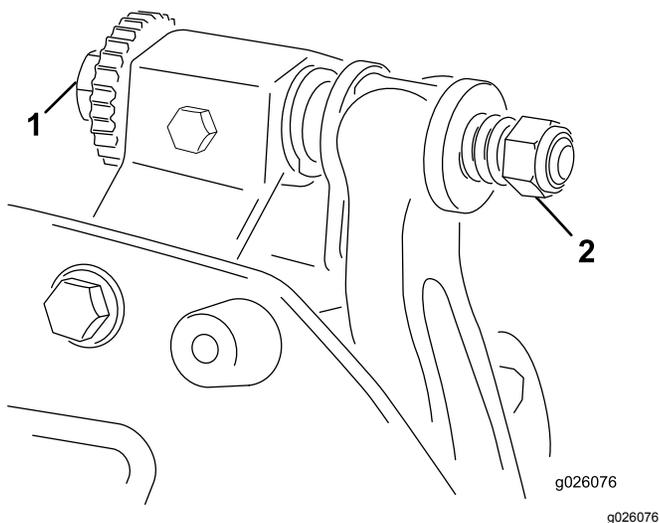

Figura 4
- A. Rode os parafusos de ajuste da barra de apoio no sentido dos ponteiros do relógio (Figura 4), um clique de cada vez, até que se veja e oiça um leve contacto.
6. Rode o parafuso de ajuste da barra de apoio direita (Figura 4) até sentir uma ligeira pressão no calço deslizando-o de um lado para o outro. Retire o calço.